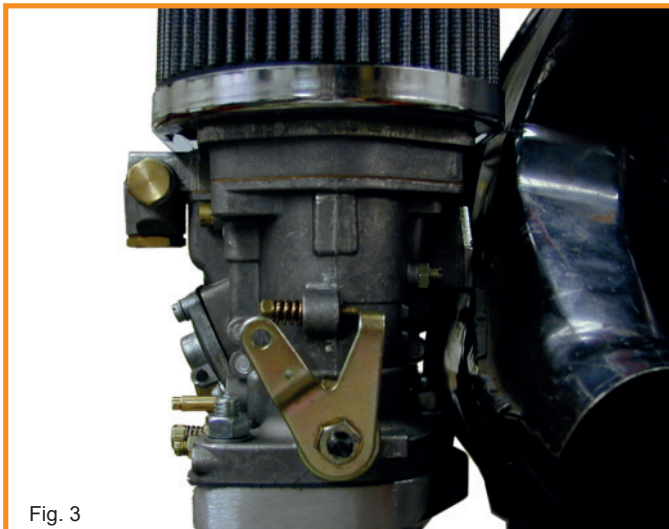

Fig. 3
- Biegen Sie, an beiden Vergasern, das Sicherungsblech der (in Fahrtrichtung) hinteren Drosselklappenwellenmutter mit einem Schlitz- Schraubendreher zurück. Siehe Fig. 3 und 4.